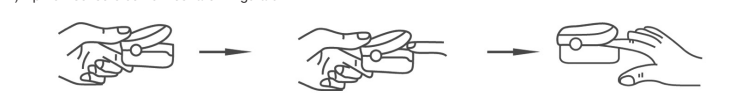

Figura 5 Posizionare il dito
- Il dito deve essere posizionato in modo appropriato (vedi illustrazione allegata del presente manuale d'uso, Figura 5), altrimenti ciò può provocare misure inaccurate.
- Aprire il sensore come mostrato in figura 5.